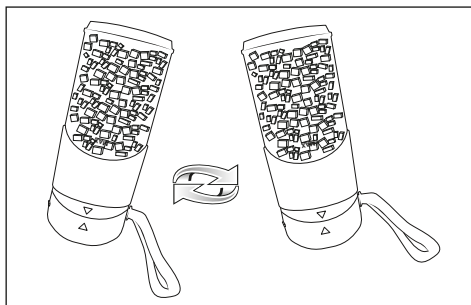

Bild 1
- 4) Vänd produkten så att locket **1** pekar neråt. För att ingredienserna ska fördelas bättre kan du försiktigt skaka produkten medan den finfördelar innehållet. Håll fast produkten i handen och sväng den från sida till sida (se bild 1). Se till att locket **1** inte lossnar från mixbägaren **6**.